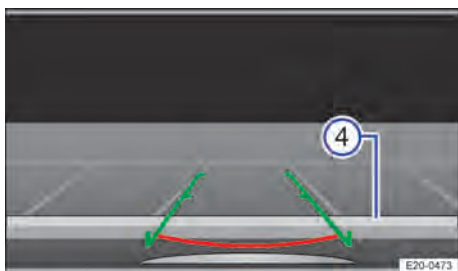

Fig. 112 Visualización en la pantalla del sistema de infotainment: centrar el vehículo en el espacio para estacionar.
4. Detenga el vehículo cuando la línea horizontal haya alcanzado la delimitación trasera → Fig. 112 ④.